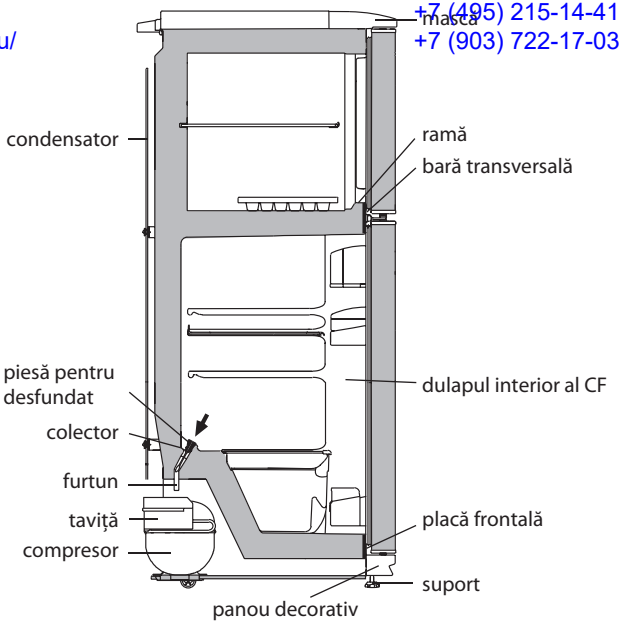

Figura 4 — Schema scurgerii apei provenite din dezghețarea CC
2.2.1 În CF funcționează un sistem automat de dezghețare. Bruma, care apare pe pereții din spate a CF, după deconectarea compresorului care lucrează în ciclu, se topește și se transformă în picături de apă. Picăturile de apă provenite din dezghețare se scurg în colector, apoi prin gaura acestuia și prin furtun - în taviță de pe compresor, în conformitate cu figura 4 și se evaporă.
Prezența apei în colector indică înfundarea sistemului de drenaj. Pentru eliminarea înfundării folosiți piesa corespunzătoare și curățați gaura colectorului, astfel ca apa să se scurgă liber în taviță, apoi spălați piesa și instalați-o în conformitate cu figura 4.
SE INTERZICE să exploatați frigiderul cu sistemul de scurgere înfundat. Apa care a apărut pe fundul CF sau care a ajuns în locul de alăturare a barei transversale și a dulapului interior al CF, în conformitate cu figura 4, poate provoca coroziunea dulapului exterior al frigiderului și elementelor agregatului
ATENȚIE! Nu permiteți scurgerea apei provenite din dezgheț din CC la decongelarea și curățarea acestuia, deoarece ea, pătrunzând în locul de alăturare a barei transversale și a ramei CC, în conformitate cu figura 4, poate provoca coroziunea dulapului exterior al frigiderului și a elementelor agregatului frigorific, defectarea izolației termice, formarea crăpăturilor ramei și defectiunea dulapului frigiderului.